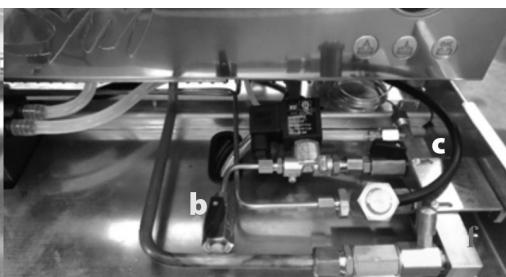

Figura 9
- b) Los grifos de la válvula de auto nivel b-c deben estar abiertos (figura 9).
*Para evitar que se presente la mencionada alarma de autonivel, será suficiente acelerar la carga automática de la caldera interviniendo en el respectivo botón de carga manual f (figura 9).*